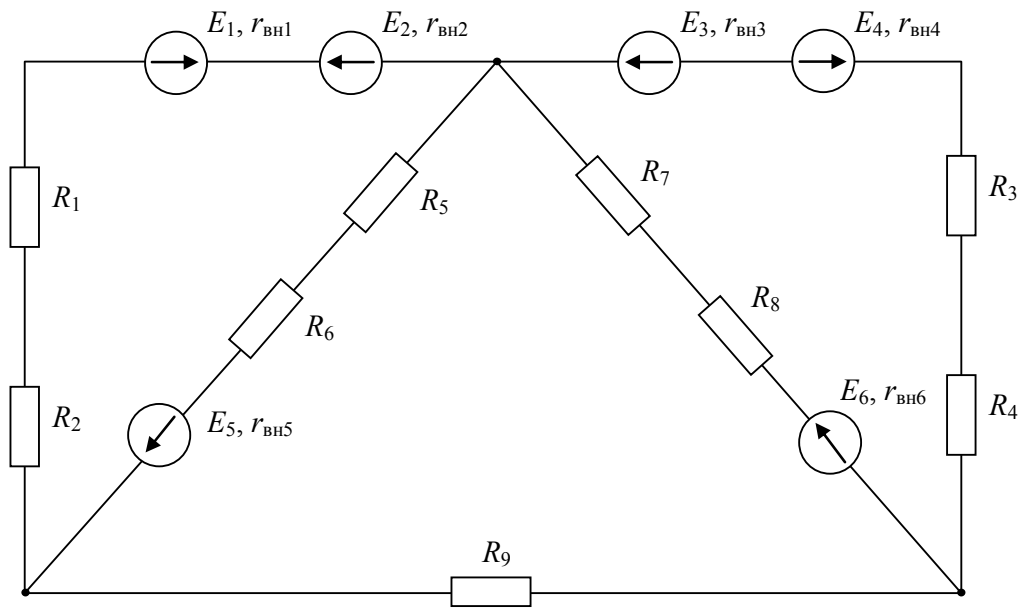

Рис. 2.1. Схема электрической цепи к практической работе № 2
1. Вычертить расчетную схему, в соответствии с условием задания (рис. 2.1). Записать ее параметры. Данные для своего варианта взять из табл. 2.1. Отсутствующие элементы в таблице обозначены прочерком. На схеме их следует заменить коротким замыканием.
1. Принять сопротивление резистора  $R_9$  на схеме рис. 2.1 равным нулю. Начертить схему получившейся электрической цепи с двумя узлами. Рассчитать цепь методом узлового напряжения.
1. Определить ток в резисторе  $R_9$  (рис. 2.1) методом эквивалентного генератора. Для этого начертить схему активного двухполюсника и рассчитать его параметры: внутреннее сопротивление  $r_{\text{вн}}$  и эквивалентную ЭДС  $E_{\text{экв}}$ .